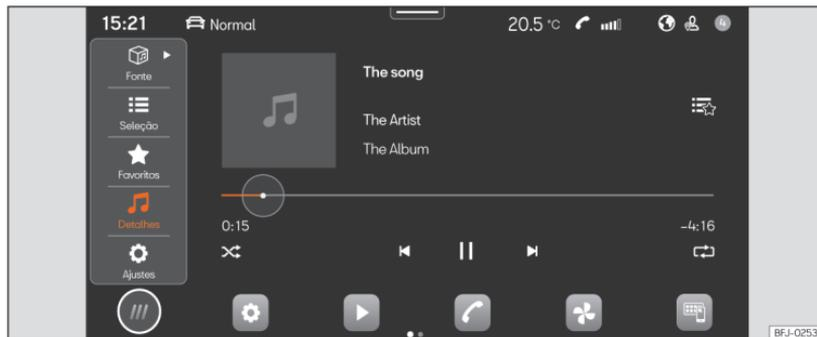

Fig. 162 Esquema: Vista Multimédia.
- Pressione **HOME** > ► >>> Fig. 162.